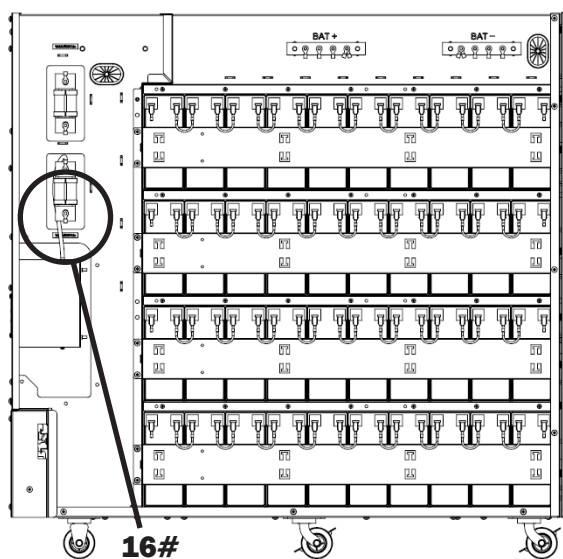

Figure 5-24
36. Connecter le fusible au disjoncteur de la BAT+ (Figure 5-24).